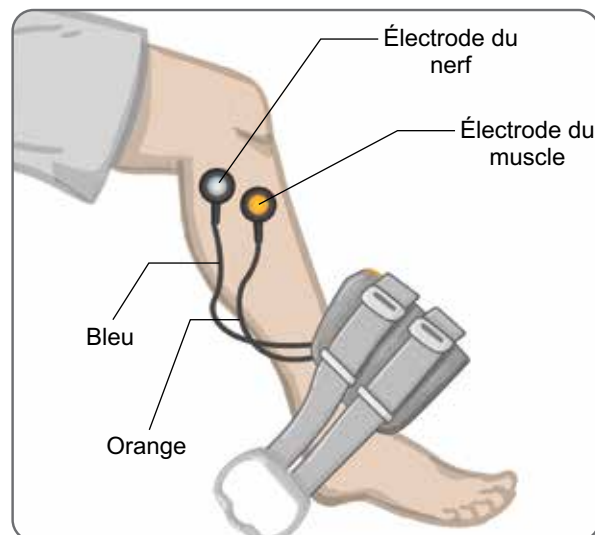

Figure 8-4 : Câble d'ajustement connecté
3. Connectez les extrémités orange du câble d'ajustement à la base d'électrode du muscle et à la prise orange de la jambièrre. Reportez-vous à la figure 8-4.
4. Connectez les extrémités bleues du câble d'ajustement à la base d'électrode du nerf et à la prise bleue de la jambièrre. Reportez-vous à la figure 8-4.
5. Posez la jambièrre à côté du pied du patient. Reportez-vous à la figure 8-4.